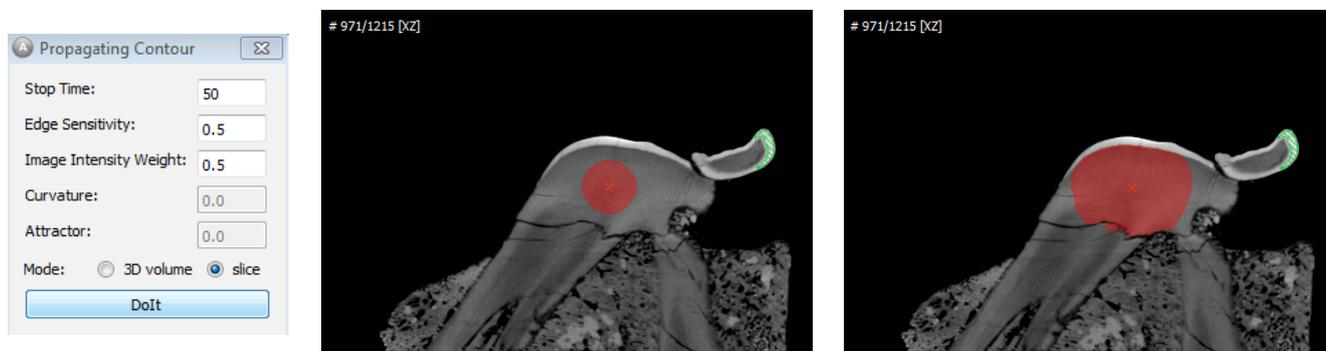

Figure 47: Propagation du contour actif. Gestion des paramètres (gauche) et résultat après 5 itérations (milieu) et 11 itérations (droite).
- l'outil **Propagating Contour** est basé sur le principe des contours actifs. À partir d'un point initial, la sélection va s'étendre itérativement pour remplir une structure en respectant ses contours. La déformation du contour actif à chaque itération va lui permettre de s'adapter aux contours de l'image. La propagation du contour est contrôlée par des paramètres de sensibilité aux contours, d'intensité de l'image, de courbure et d'attraction aux contours de l'image. Ces paramètres se règlent à partir de l'onglet Menu, figure 47. La propagation a lieu au niveau du volume 3D ou d'une coupe seule. Cliquer sur DoIt pour lancer les itérations. Lorsque le calcul est fini, faire défiler les itérations à l'aide du curseur Time. Si le résultat n'est pas satisfaisant, modifier les paramètres du contour. Pour changer le point initial, cliquer sur Clear.